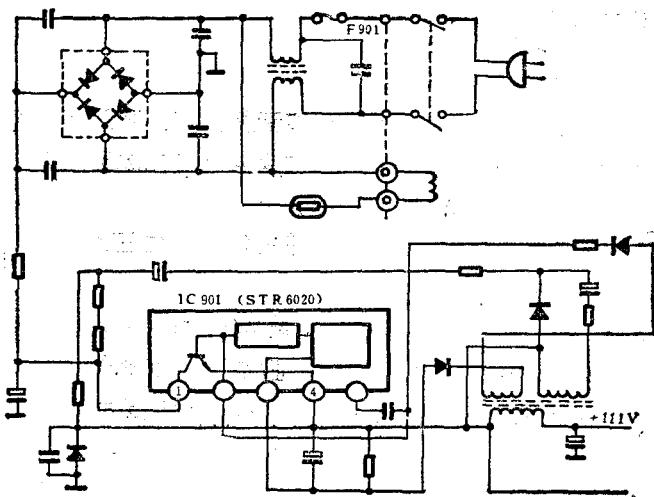

图 1-5
检查电源电路。检查电源保险管F901正常，说明机内电源电路无短路故障。将+111V电源主要负载电路行输出级和伴音电路断开，并在+111V输出电压端接上一只60W220V灯泡做假负载。开机后测量+111V处电压为134V，说明稳压电路有故障。该机稳压电路的主要元件是IC901(STR6020)。首先应检查STR6020是否损坏，测量STR6020(见图1-5)的第①脚与第④脚之间的正反向电阻均为 0Ω ，说明STR6020已经损坏。更换一块新STR6020后，再测量+111V输出端电压恢复正常，说明是STR6020损坏引起的故障。